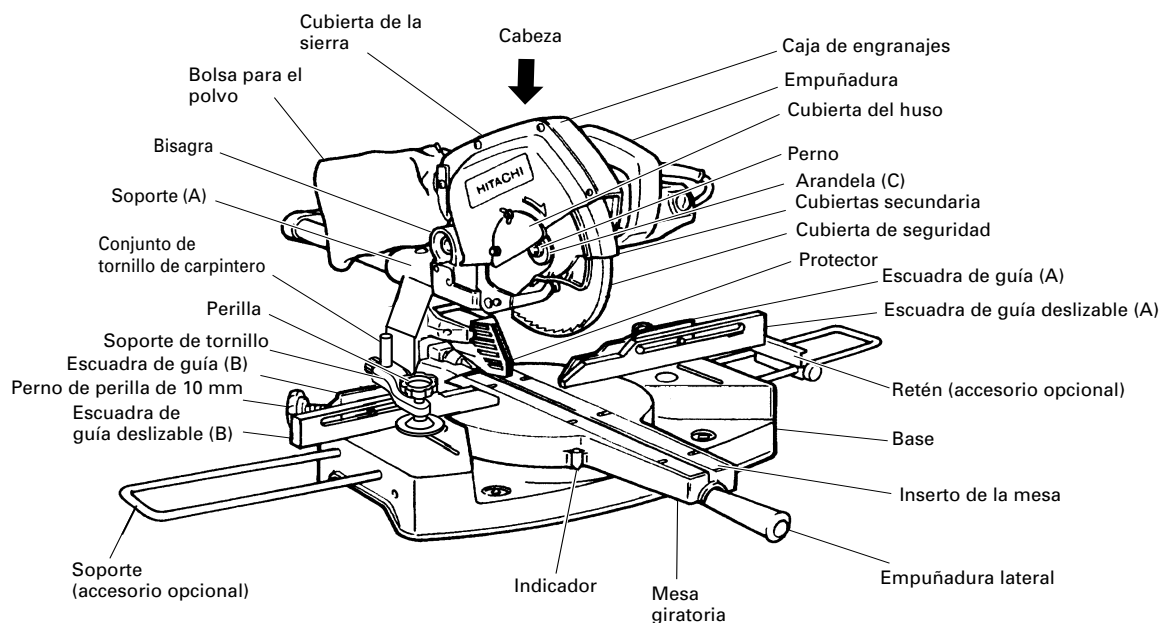
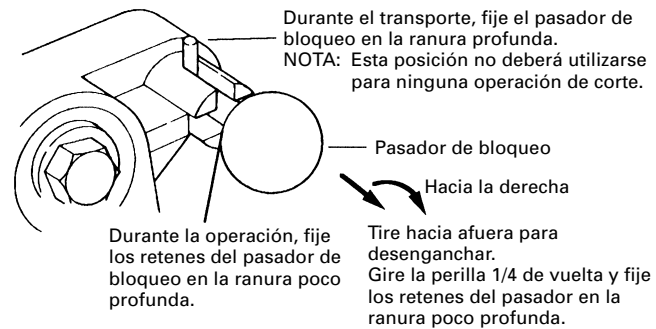

Fig. 1
Fig. 6-b
- ① Soporte de extensión y retén (Fig. 1) (Núm. de código: 998866)
- ② Conjunto del protector (A) (Ajustable) (Núm. de código: 998984)
- ③ Hoja de sierra de 216 mm (8-1/2"), hoja de sierra TCT (Núm. total de dientes: 36) (Núm. de código: 998860)
- ④ Hoja de sierra de 216 mm (8-1/2"), hoja de sierra TCT (Núm. total de dientes: 60) (Núm. de código: 998862)
- ⑤ Hoja de sierra de 216 mm (8-1/2"), hoja de sierra TCT para aluminio (Núm. total de dientes: 60) (Núm. de código: 998864)
Cuando la herramienta eléctrica esté preparada para transportarse, sus partes principales estarán aseguradas mediante el pasador de bloqueo. Mueva ligeramente la empuñadura (consulte la Fig. 1) de forma que el pasador de bloqueo pueda desenganchar y ajustarse como se indica en la Fig. 6-b.
NOTA: Si baja ligeramente la empuñadura (consulte la Fig. 1), podrá desenganchar el pasador de bloqueo de forma más fácil y segura.
Fije la bolsa para el polvo, el soporte, el retén y el conjunto de tornillo de carpintero, la escuadra de guía deslizable (A), y la escuadra de guía deslizable (B) como se indica en la Fig. 1.